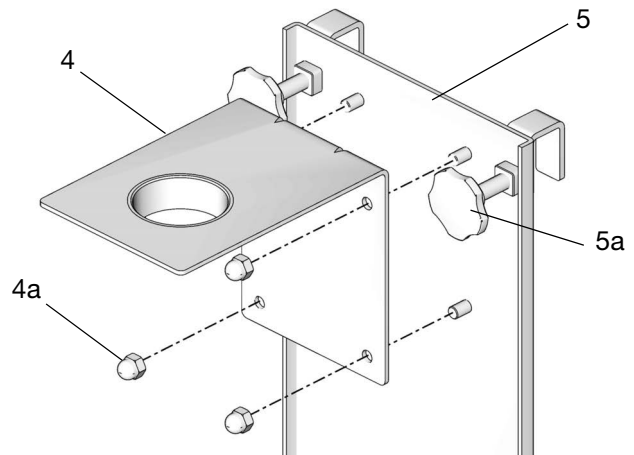

Рис. 12
1. Используя 4 гайки (4а) (входят в состав комплекта), соедините элементы кронштейна насоса 4 и 5 (Рис. 12).